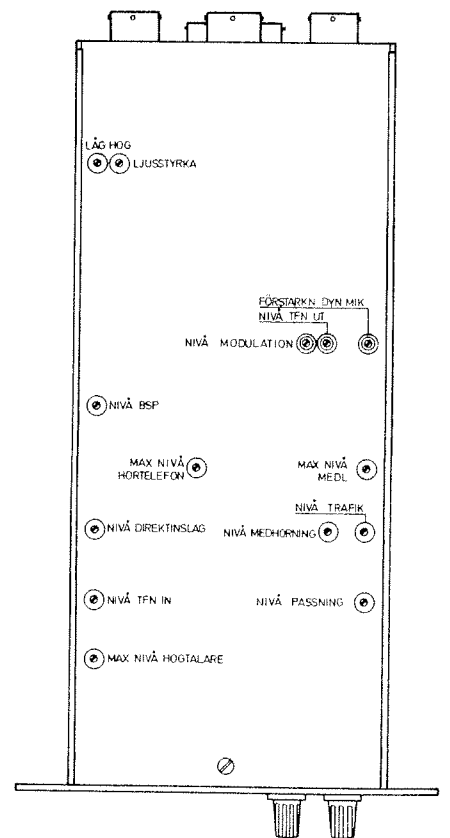

Bild 41. Betjäningseenhet översida
6.5.2.4 Anslut URI-meter till betjäningseenhetens mätuttag T60 och T62 BSP UT. Kontrollera att URI-metern visar -3,5 dBu \pm 2,0 dB (0,40 V - 0,70 V). Vid behov, ställ in nivån med potentiometern NIVÅ BSP på betjäningseenhetens översida, se bild 41.